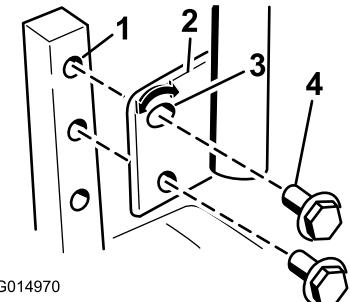

Figura 27
1. Remova os 2 parafusos que prendem a alavanca de controlo ao veio do braço de controlo (Figura 27).
3. Prenda a alavanca com os 2 parafusos (Figura 27).
2. Desaperte o parafuso inferior o suficiente para rodar a alavanca de controlo para a frente ou para trás (Figura 27). Aperte ambos os parafusos para fixar o controlo na nova posição.